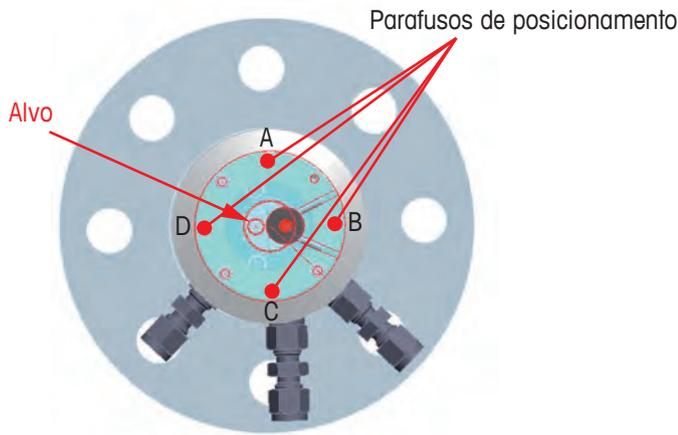

Figura 20 Local do parafuso de posicionamento do feixe
Independentemente de qual procedimento de posicionamento de feixe for usado, atinge-se o pretendido com um simples ajuste de quatro parafusos de ajuste do feixe (Figura 20 na página 49). Esses parafusos são encaixados na montagem do flange da cabeça TDL.
A ferramenta de posicionamento do ponteiro laser é conectada no flange da montagem da cabeça TDL, como mostrando na Figura 20 na página 49
- 2 Afrouxe os quatro parafusos de ajuste de posicionamento do feixe do laser (consulte Figura 20 na página 49).
<p>2 Afrouxe os quatro parafusos de ajuste de posicionamento do feixe do laser (consulte Figura 20 na página 49).</p>